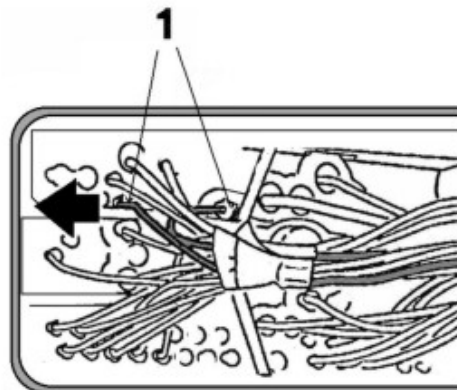

Figura 1.
5. Instalar puente entre las posiciones 52 y 53 del conector XE2 (Figura 1).
5. Montare il cavo di collegamento nella spina di cablaggio XE2 (Figura 1):